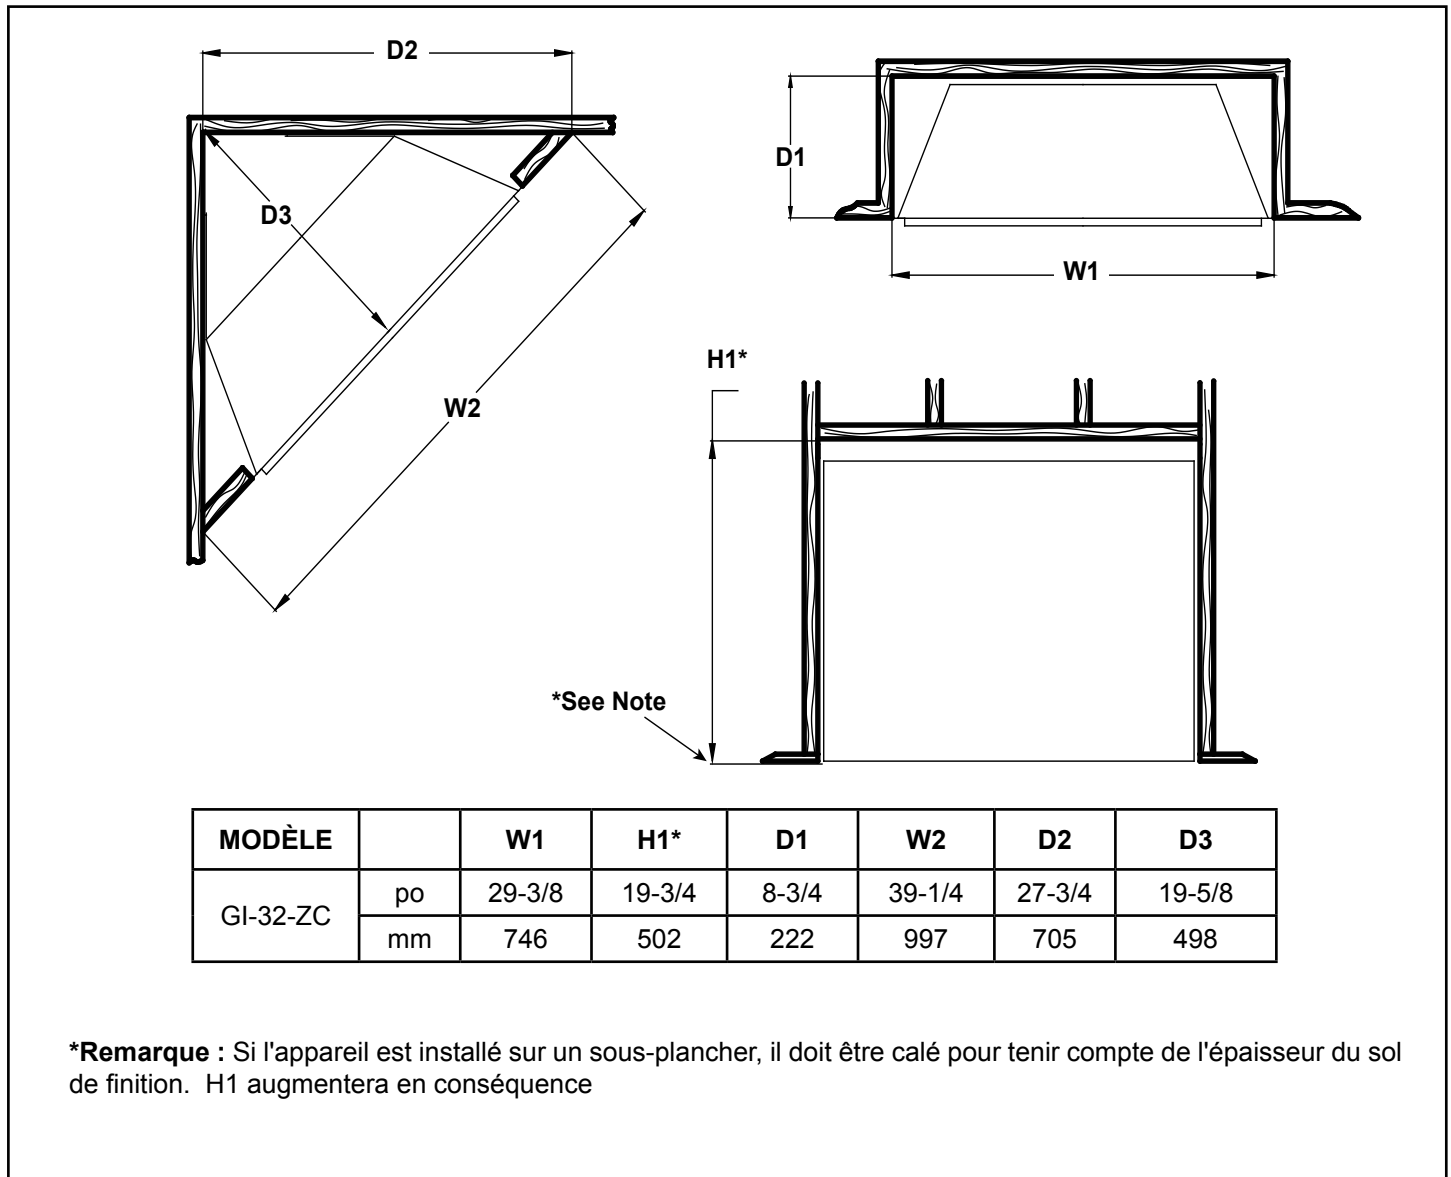

Figure 4.7 Dimensions de la charpente
Si vous le souhaitez, des matériaux de construction peuvent être utilisés pour encadrer une ouverture brute dans le foyer existant. Cela permet de fixer l'appareil à l'aide de vis de construction sur l'ossature à travers les 4 trous situés sur les brides avant de l'appareil. Se référer à la figure 4.7 pour les dimensions de la charpente.
1. Cet appareil est approuvé pour l'installation intégrée. Se référer à la figure 4.7 pour les dimensions de la charpente.